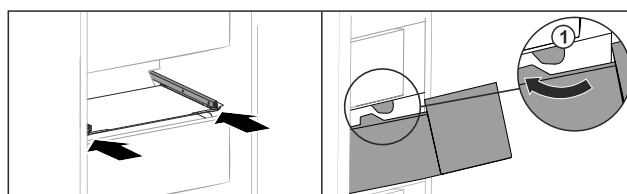

Fig. 204
- ▶ Ved'te zásuvku podél zářez Fig. 204 (1).